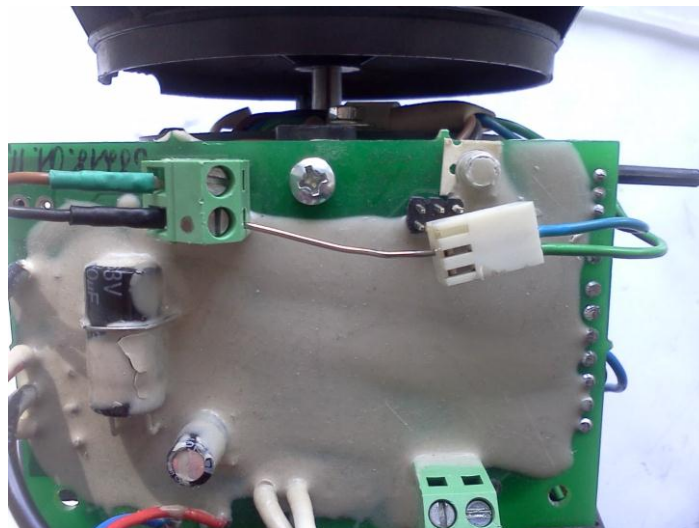

Рис.12 – Подключение сигнала управления (ШИМ) двигателя для проверки
- 2) Проверить работоспособность НВ. Для этого при помощи перемычки, тонкой проволоки или провода кратковременно замкнуть контакт синего провода (белая колодка, ШИМ) на контакт черного провода (рис.12). При этом к отопителю должно быть подведено питание, но он не должен быть включен. Если вентилятор начал вращаться - НВ исправен.
- 3) Проверить НВ на отсутствие «мертвых точек». Для этого, изменяя положение вентилятора и замыкая контакт синего провода на черный (рис.12), проверить из всех ли положений запускается НВ. Если есть «мертвые точки» - НВ неисправен.
4) Проверьте исправность канала измерения оборотов. Для этого замкните контакты синего и черного проводов (рис.12) и на зеленом проводе цифровым тестером замерьте частоту импульсов. Пока НВ набирает обороты – частота импульсов должна возрастать. Разомкните контакт. НВ начнет сбавлять обороты, и частота импульсов начнет снижаться. Если какое-нибудь из этих условий не выполняется, то НВ – неисправен.